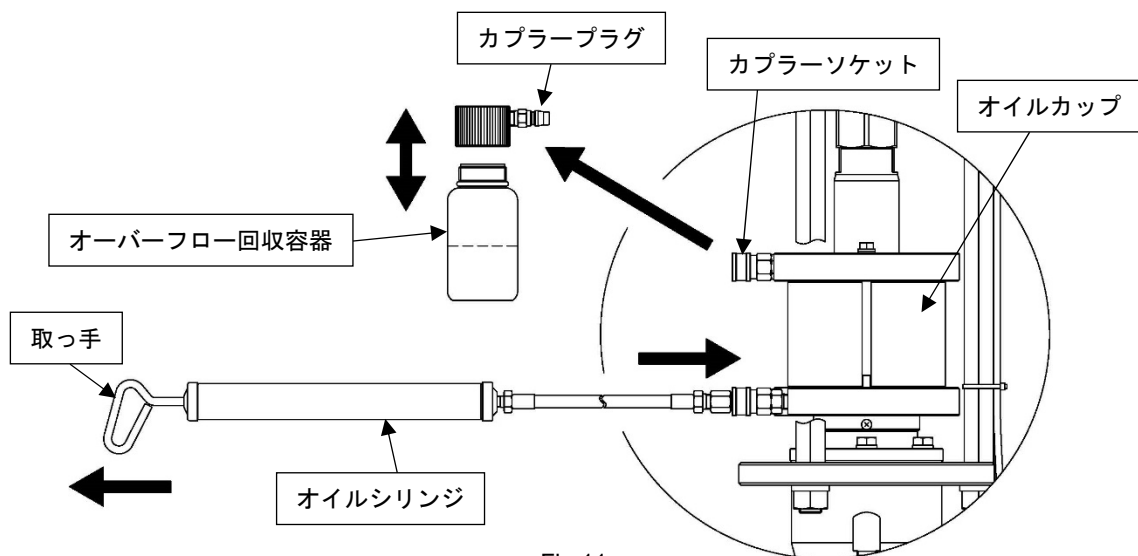

Fig.11
- 1) オーバーフロー回収容器にオイルが流れ込んでいる場合は、容器をカプラーソケットから取外し、適当な廃油容器にオイルを捨ててください。(Fig.11)
- 2) 専用オイルシリンジ OS-200W (別売、品番 853442) の取っ手を押込んでから、先端ホースをオイルカップの下側カプラーソケットに接続し、下記の要領でカップ内のオイルを空にしてください。(Fig.11)